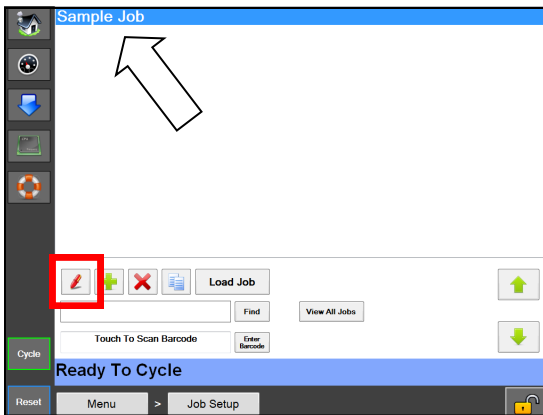

图 5-3A。编辑作业。
2. 在作业设置屏幕，突出显示要编辑的作业，然后按红色铅笔按钮。图 5-3A。